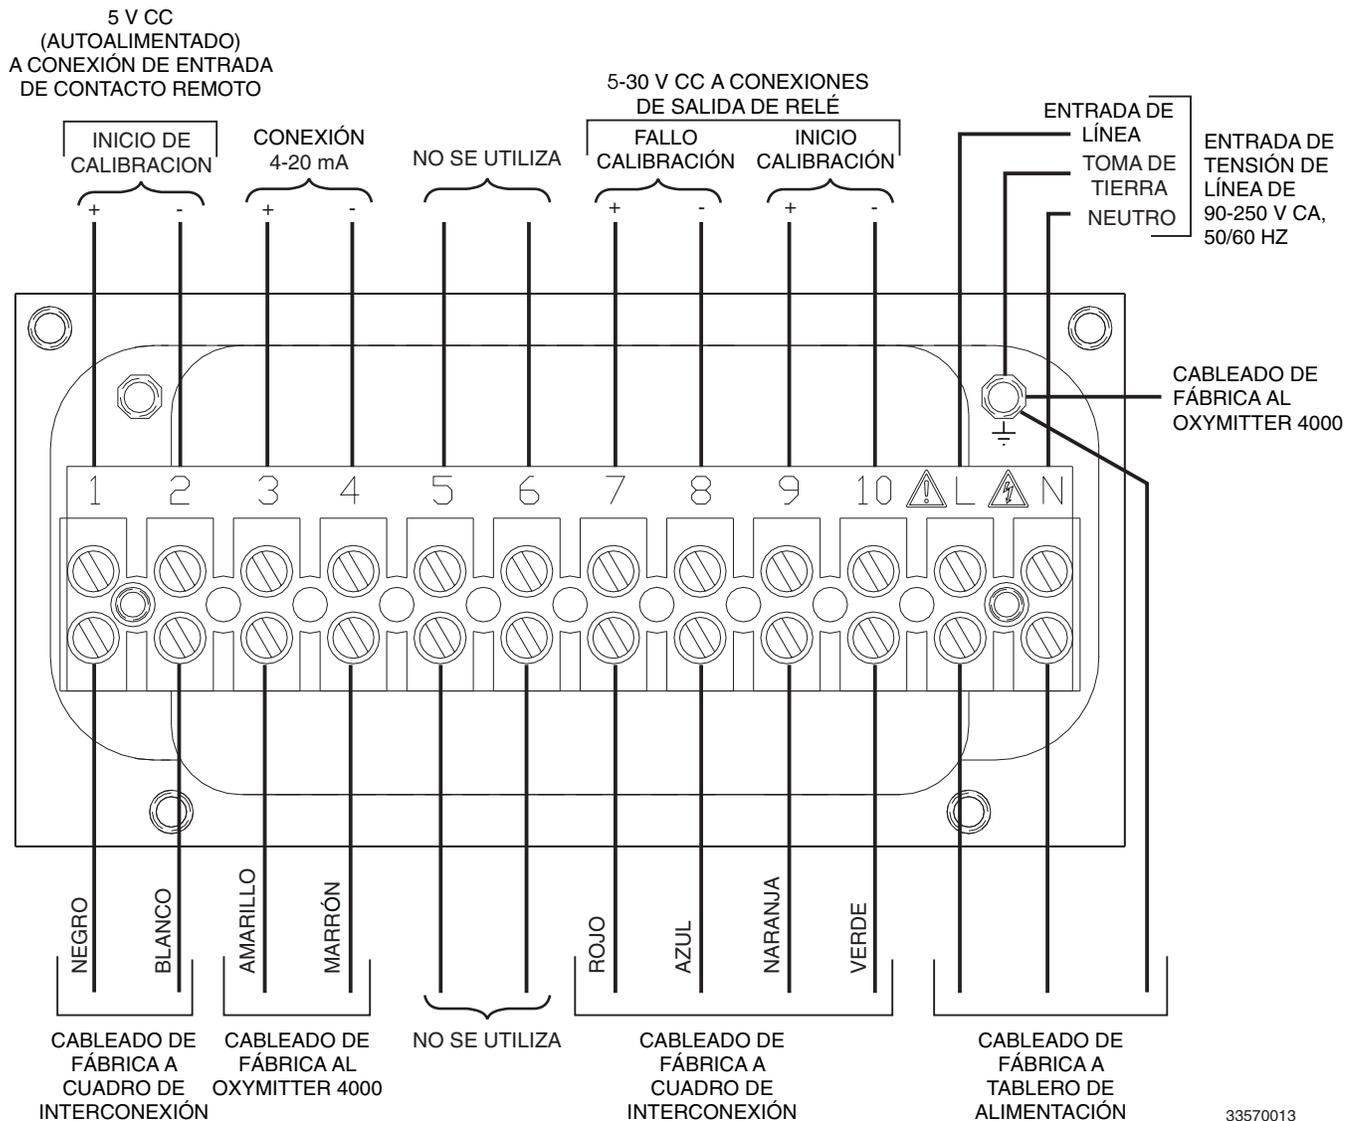

Figura 2-10. Conexiones Eléctricas del SPS 4000
del fondo del colector. Conecte los terminales de línea de entrada, LINE IN y el neutro, NEUTRAL, a los terminales L y N respectivamente, tal y como se muestra en la Figura 2-10. Así mismo, deberá asegurarse de conectar el cable de la toma de tierra al terminal de tierra. La unidad se configurará automáticamente para una tensión de 90 a 120 V CA y 50/60 Hz. El suministro de potencia no requiere ningún tipo de ajuste.
- c. **Conecte el cableado de entrada del contacto remoto.** Para configurar el SPS 4000 para que inicie la calibración desde una estación remota, deberá enrutar los terminales de entrada del contacto de inicio de calibración de 5 V CC a través del puerto del conducto de señal NPT (Figura 2-2) y afuera a través del fondo del colector. Conecte los terminales del inicio de la calibración, CAL INITIATE (+) y (-) a los terminales 1 y 2, respectivamente, tal y como se muestra en la Figura 2-10.
- e. **Conecte el cableado de la señal de 4-20 mA.** Enrute el cableado de la señal de 4-20 mA a través del puerto del conducto de señal NPT (Figura 2-2) y afuera a través del fondo del colector. Conecte los terminales (+) y (-) de inicio de calibración, IN CAL, a los terminales 3 y 4, respectivamente, tal y como se muestra en la Figura 2-10.